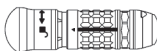

Figura 6
3. Tenere saldamente il manipoLO con una mano, e con l'altra spingere e far ruotare la ghiera di rilascio del terminale fino ad allineare la freccia al simbolo di sblocco (Figura 6).